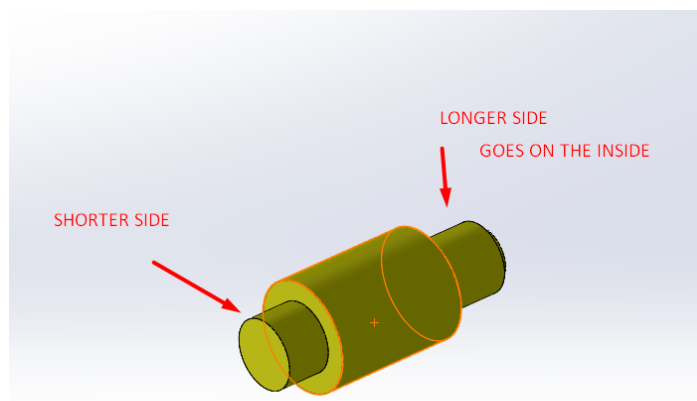
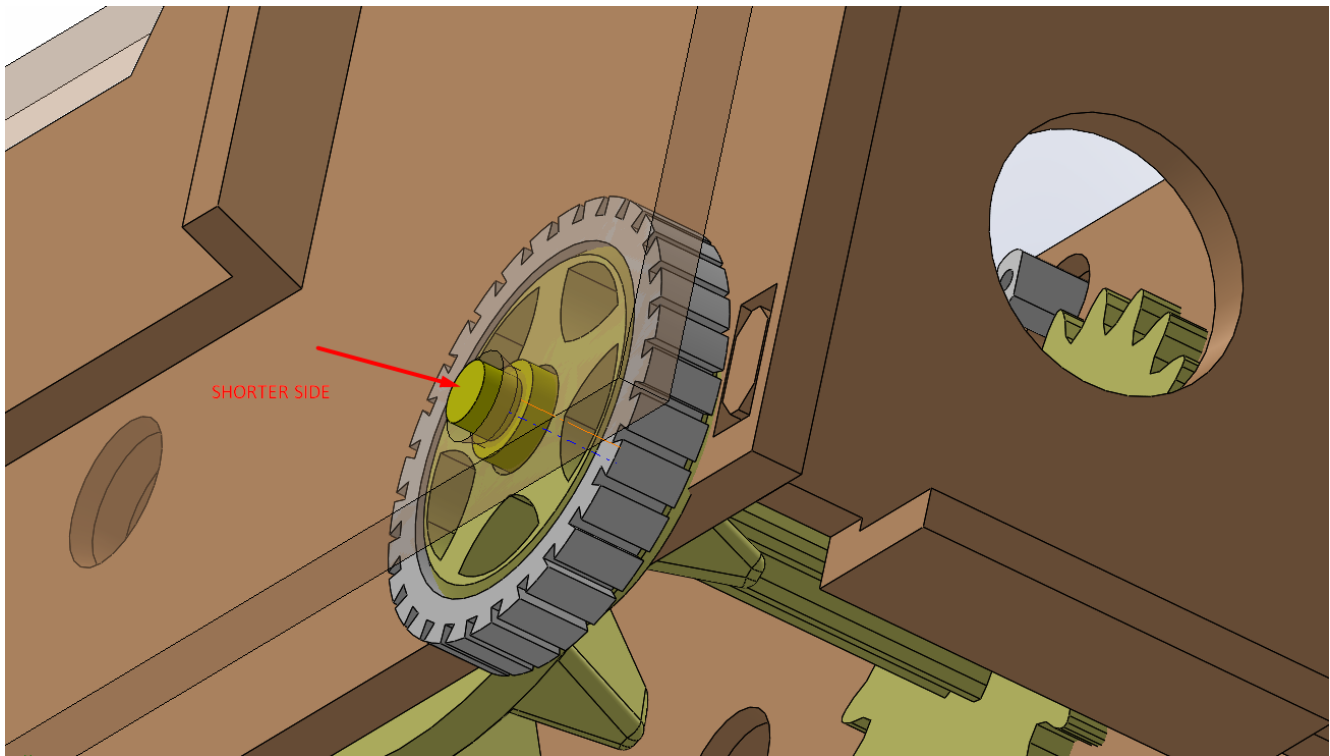

FIGURE 8: small wheel axis
FIGURE 9
**ÉTAPE 8 :** Avant de passer à l'installation de l'engrenage, nous devons également installer la petite roue droite. Nous prenons la roue numérotée 18 et sa couverture numérotée 28, ainsi que leur axe numéroté 21 et les assemblons comme dans la figure 8. Notez que cet axe numéroté 21 a un côté plus large que l'autre, comme on peut le voir dans la figure 8, ce côté plus large va vers la droite comme on le voit dans les figures 9 et 10.